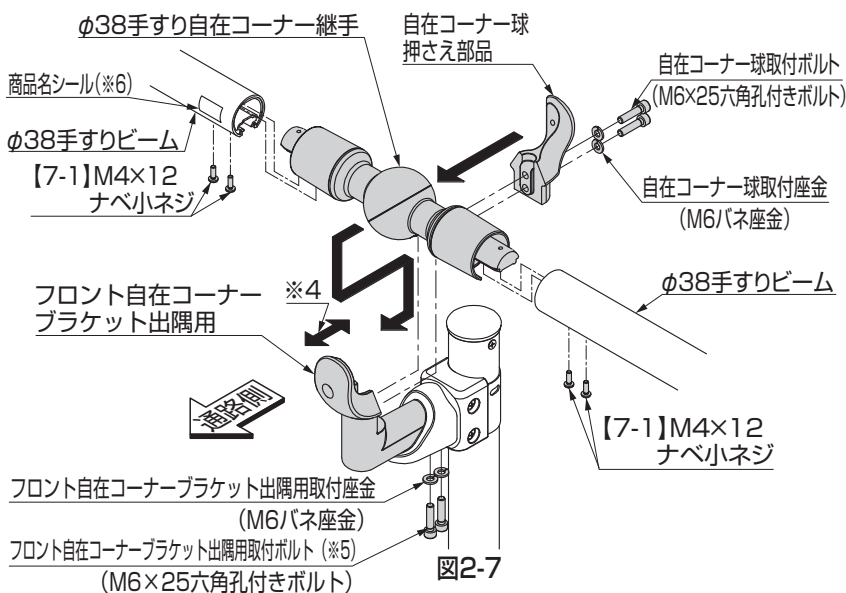

図2-7
- ① 図2-7を参照して、自在コーナー球押さえ部品でφ38手すり自在コーナー継手を取付けてください。
- ② φ38手すり自在コーナー継手にφ38手すりビームを【7-1】で取付けてください。